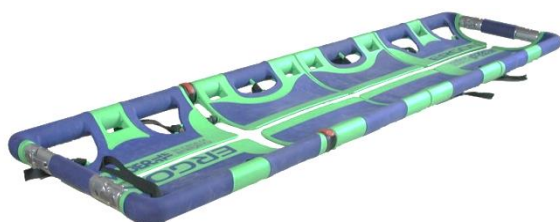

Fig. 6a
1. Placer la civière fermée en position horizontale (fig. 6a) ;